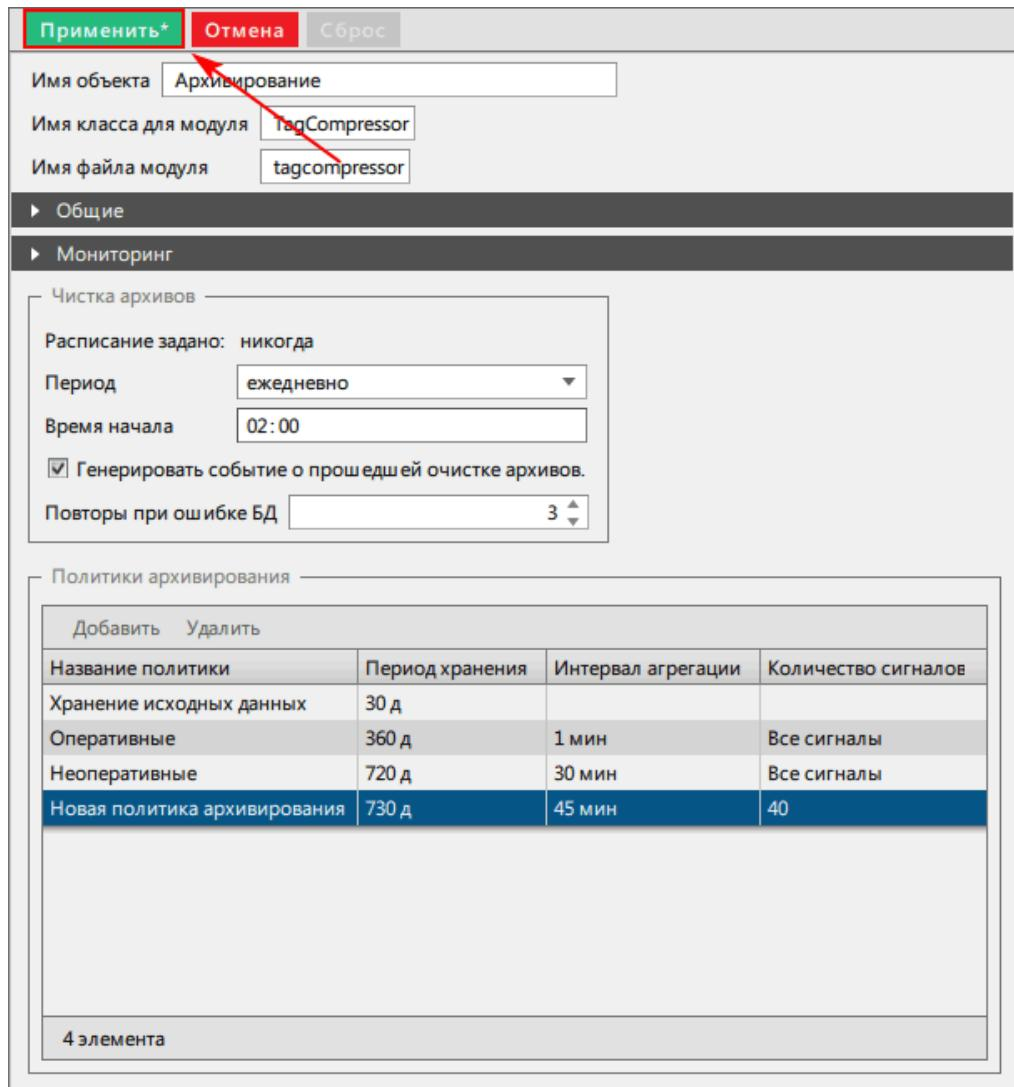

Рисунок 280 - Сохранение данных
7. Нажмите Применить (Рисунок 280).